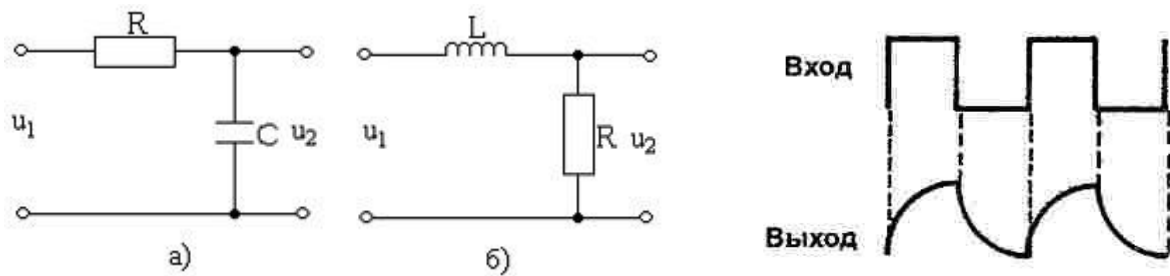

Рис. 9. Интегрирующие RC-(а) и LC-(б) цепи.
Для гармонической э. д. с. аналогичный результат легко получить, вычисляя коэффициент передачи цепи (рис. 9,а) как коэффициент передачи делителя напряжения со стационарными сопротивлениями R и $X_C=1/\omega C$:
Рассмотрим RC-цепь, изображенную на рис. 9,а. Она описывается уравнением
1.Собрать установку (рис. 9).